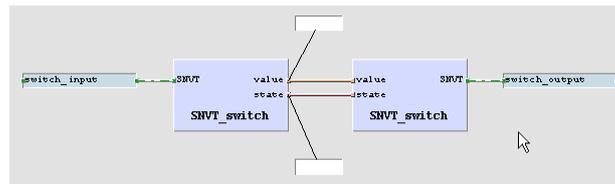

Abbildung 9: Online Test-Felder
- Platzieren Sie das Feld oberhalb oder unterhalb des Blocks wie in Abbildung 9 vorge schlagen. Dann klicken Sie den Knopf **Save**, um die Änderungen zu speichern.